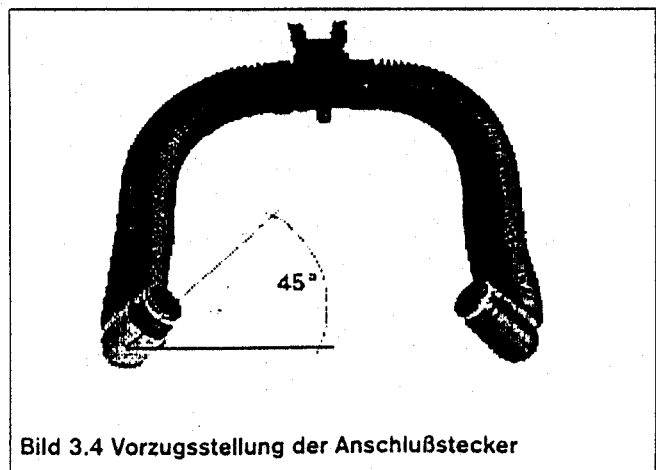

Bild 3.4 Vorzugsstellung der Anschlußstecker
- Faltenschläuche an die Anschlußstecker montieren (Vorzugsstellung wie in Bild 3.4); Schläuche durch Kabelbindersichern und mit Gummiringen schützen